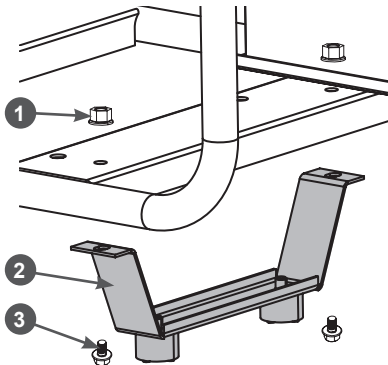

Рис. 7 Схема установки кронштейна с опорами рамы
4. Установите опоры рамы. Схема установки кронштейна с опорами показана на Рис. 7.